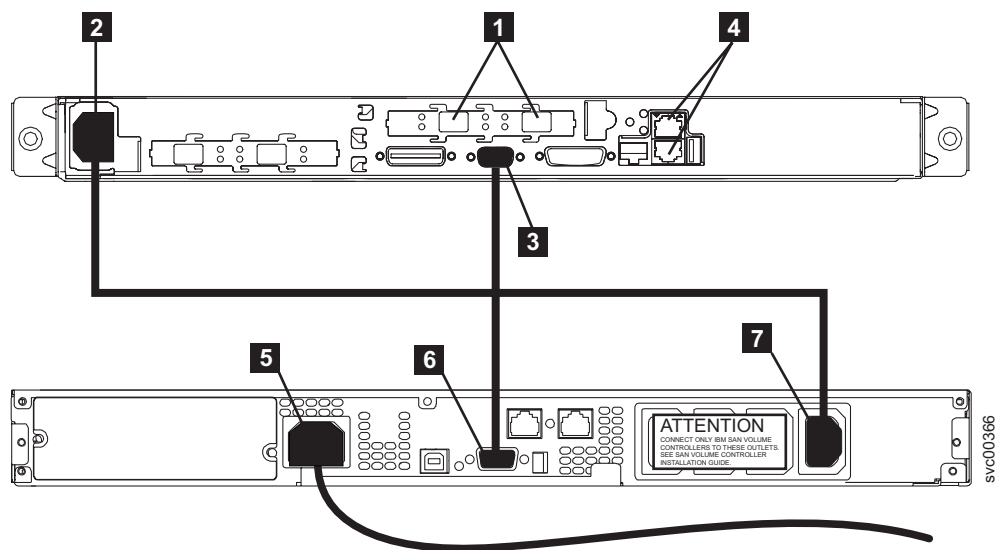

図 119. SAN ボリューム・コントローラー 2145-4F2 の電源ケーブルを 2145-1U 無停電電源装置に接続します。
1. SAN ボリューム・コントローラー 2145-4F2 の背面で、電源/シリアル複合ケーブルを電源コネクタ (図 119 の **2**) に差し込んでください。